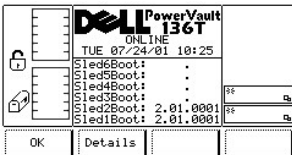

**Abbildung 123. Dialogfeld "About" > "Details" (zweiter Bildschirm)**
- 1 Wenn die Taste unter dem Softkey **Details** gedrückt wird, wird das nächste Dialogfeld angezeigt (siehe Abbildung 123).